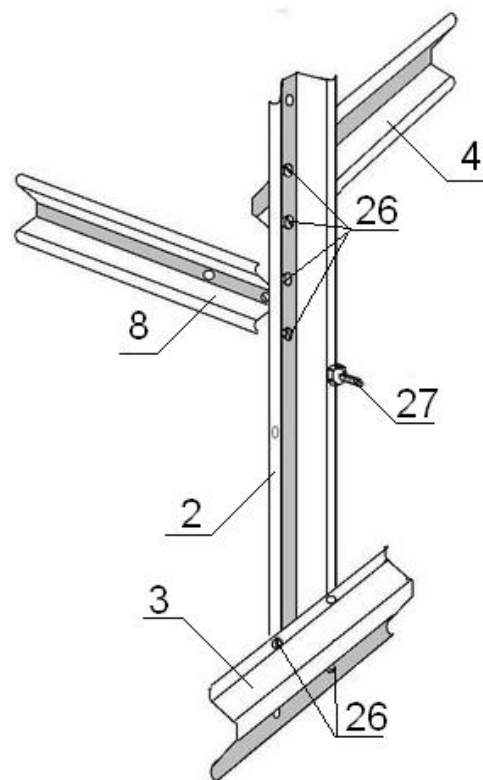

Рис.16 Винт крепления стяжек
3.12.2. Присоедините стрингеры № 4 к удлинителям арки № 2 (м4х10) (см. Рис. 16).
4.1. Перед установкой каркаса теплицы на деревянный каркас необходимо установить винты крепления (пункт 6.1. инструкции) для стяжных лент (см. Рис. 16). Рекомендуемая доска для каркаса под теплицу ПК-4 50х150 мм. Вам понадобится две 3м и две 4м доски.
5.1. Для крепления каркаса в грунте в комплекте поставки предусмотрены опоры № 3 (см. Рис.16).
6.1. Установите с внутренней стороны теплицы винты (м4х14) для крепления стяжных лент на удлинения арок №2 и затяните гайками. Винты крепления должны располагаться ниже уровня нижней поперечины торца № 8 (см. Рис. 16, 17 позиция 27).